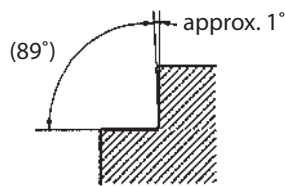

Fig. 2
- A aresta lateral do MEF é projetada para ter uma pequena folga para o rebaixamento. Portanto, a parede é aprox. 1° inclinada contra a face vertical. (Fig. 2)